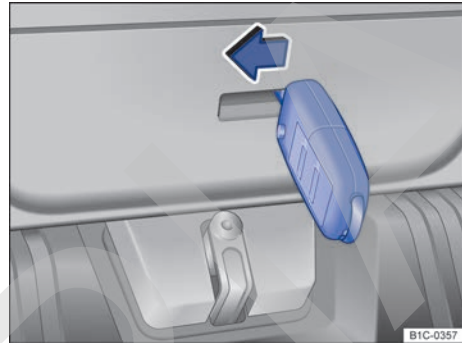

Fig. 160 En el maletero: desbloqueo del portón del maletero.
- Introduzca el paletón desplegado de la llave en la abertura del portón del maletero → fig. 160.
- Desplace la llave en el sentido de la flecha → fig. 160 y empuje el portón hacia fuera para que se abra. Al hacerlo extraiga la llave de la abertura.